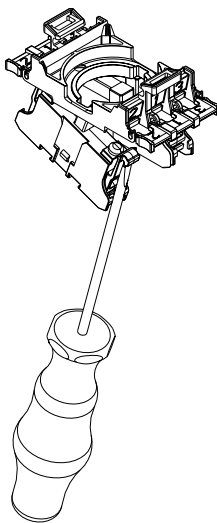
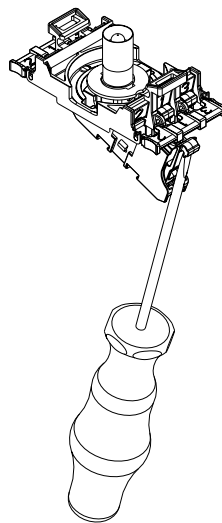

図 16
図 17
3. 接点ブロックと照光用エレメントを接点キャリアから外します(図16、図17参照) ドライバーを接点ブロックと照光用エレメントの回り止めに挿入します。ドライバーを僅かに接点ブロックや照光用エレメントの方向に動かし、回り止めを外側に押します。接点ブロックと照光用エレメントを接点キャリアから外します。